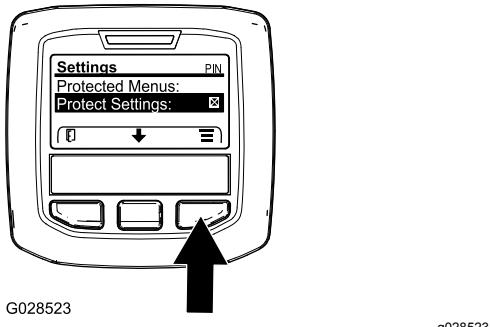

図 14
- MAINメインメニューから中央ボタンで下へスクロールしていくとSETTINGS設定メニューがありますから、ここで右ボタンを押します図 14。